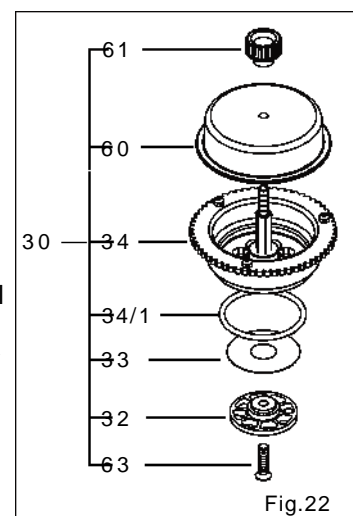

Fig.22
c) Remove diaphragm (33) in air intake valve (30). Check for any damage and clean. Also clean the valve body (34), the spacer plate (32) and the silencer (60) with a soft cloth. (Fig. 22)
c) Membran (33) im Lufteinlassventil (30) entfernen. Auf Schäden prüfen und reinigen. Auch Ventilkörper (34), Distanzplatte (32) und Schalldämpfer (60) mit einem weichen Tuch reinigen (Abb. 22)